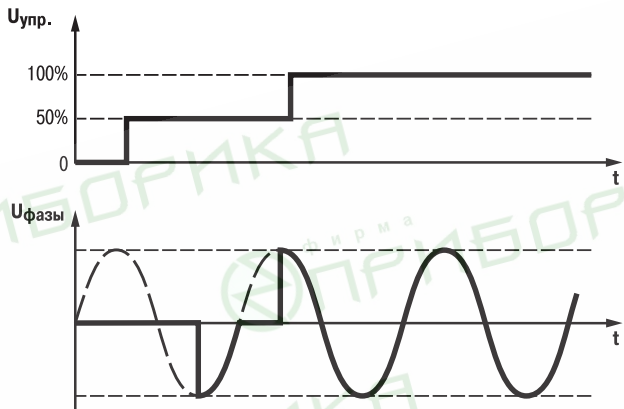

Рисунок 3.8
3.3.1^Р При методе фазового управления осуществляется регулирование длительности открытого состояния тиристора в зависимости от уровня управляющего сигнала (рисунок 3.8). Регулирование осуществляется по линейному закону. Число градаций регулирования равно 256 на один полупериод.